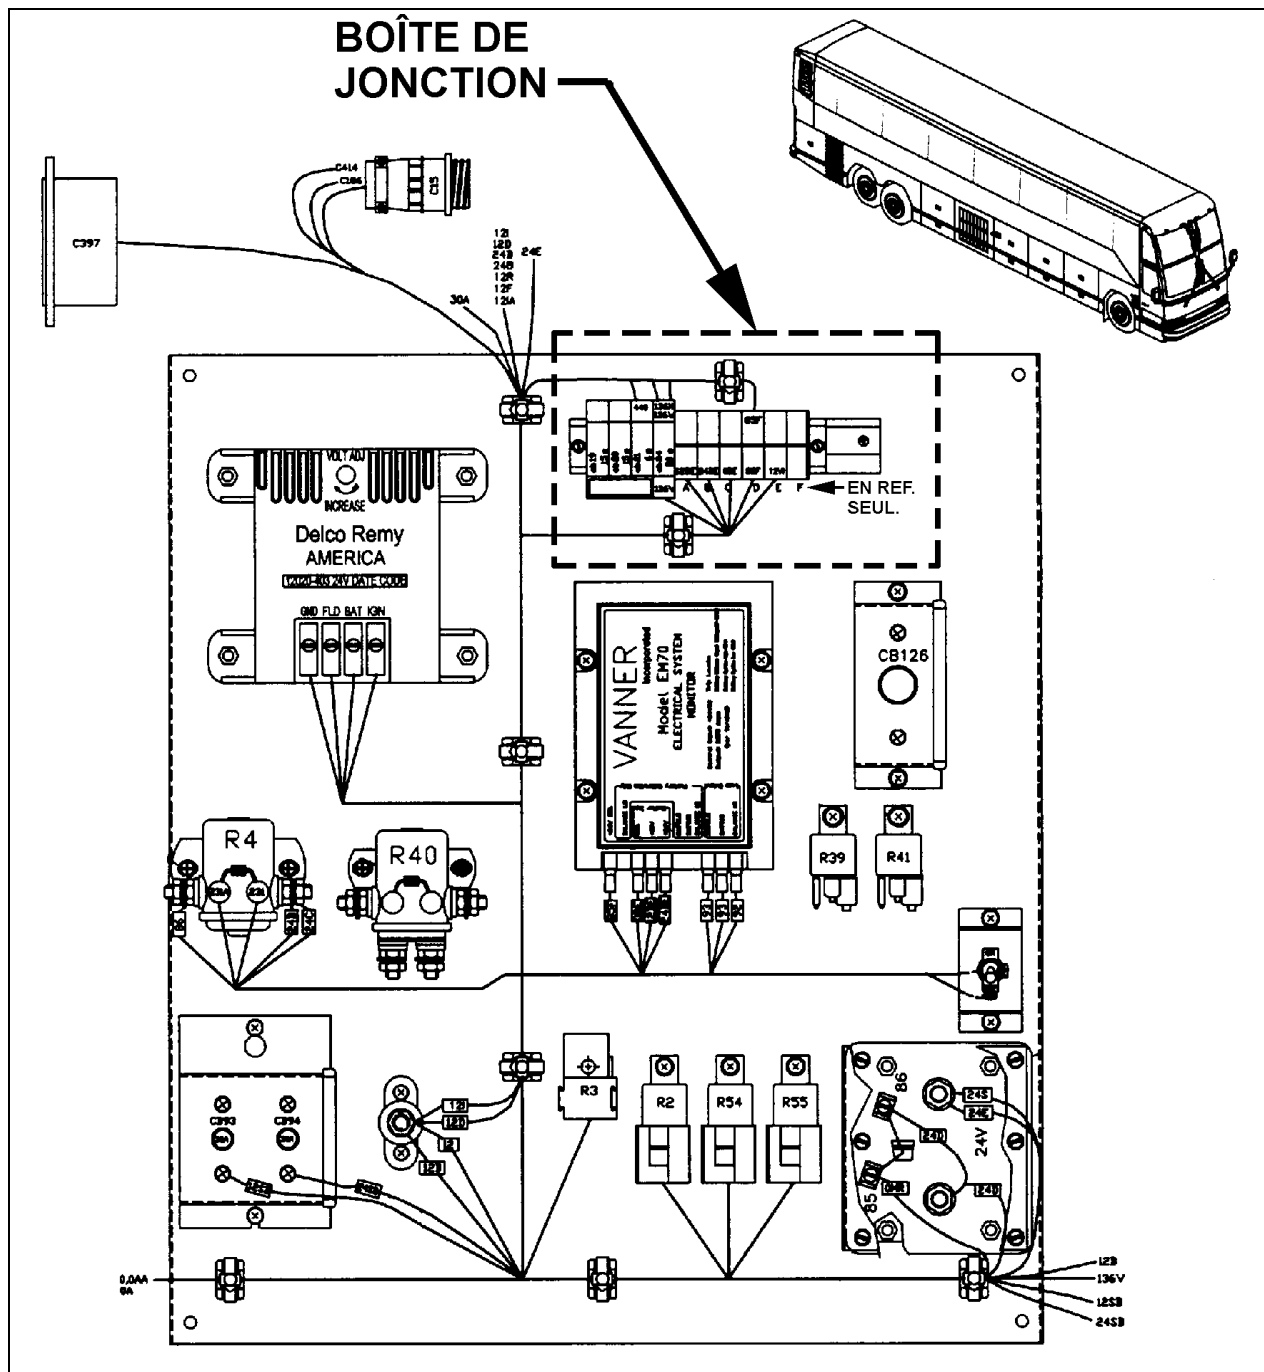
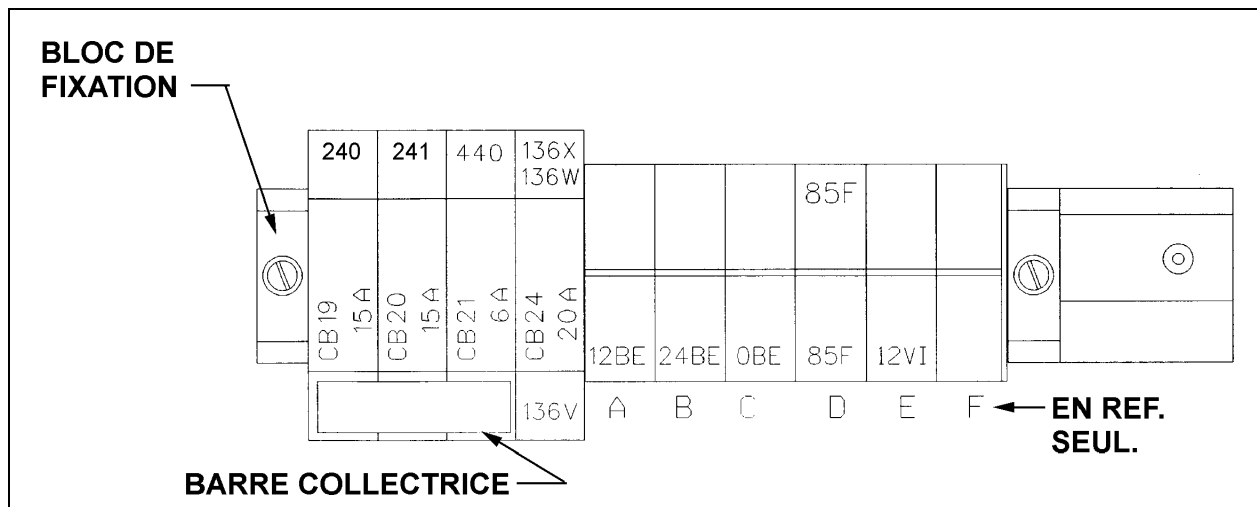

FIGURE 1 : PANNEAU DU COMPARTIMENT DES BATTERIES
FIGURE 2 : BOÎTE DE JONCTION DU COMPARTIMENT DES BATTERIES AVANT LA MODIFICATION
1. Ouvrir la porte du compartiment des batteries. Sur le panneau du compartiment des batteries, dévisser le bloc de fixation des coupe-circuits de la boîte de jonction (voir figure 1). Dévisser les vis des bornes de la barre collectrice et du coupe-circuit CB 21 (voir figure 2). Basculer le coupe-circuit CB 21 vers le haut pour le retirer.